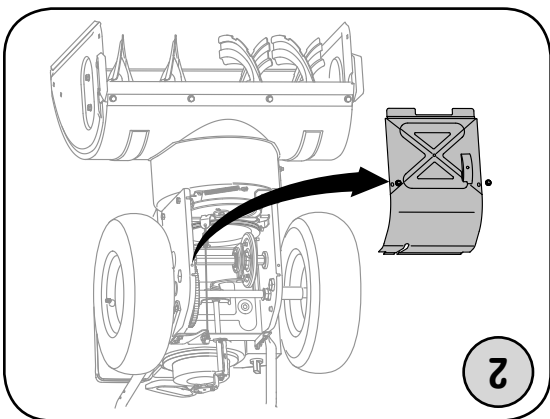

Figure 20
1. Basculez la souffluse vers l'avant (après avoir vidé le réservoir d'essence ou avoir placé un morceau de plastique sous le bouchon d'essence si la souffluse a déjà été utilisée.), puis démontez le couvre-châssis du dessous de la souffluse en retirant les vis auto-taranduses. Voir la Figure 20 à la page 17.